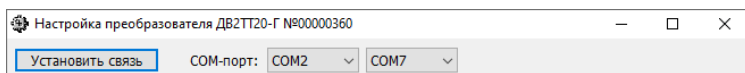

Рис.9. Окно программы конфигурирования при запуске.
6.4.5. После запуска файла snsetup.exe из папки ДВ2ТТ20-DIN.2011, вы увидите главное окно программы (рис.9).